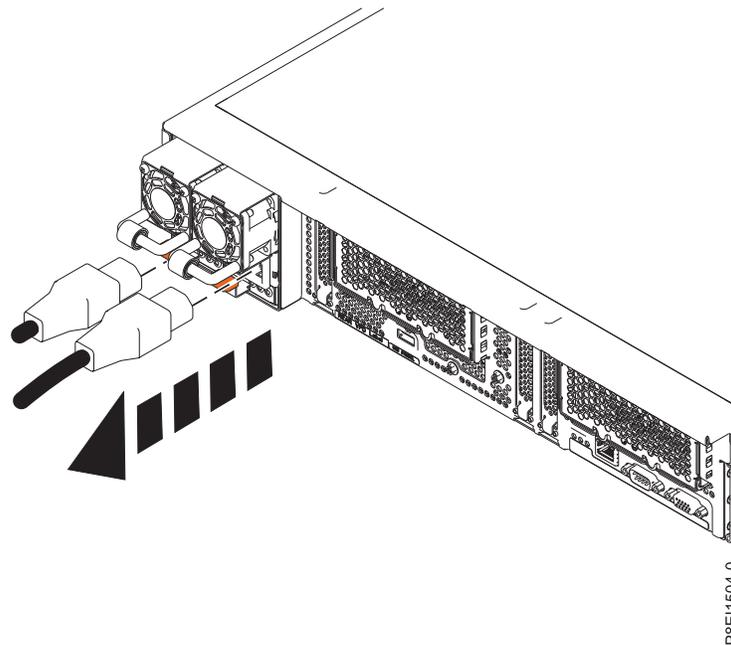

図 51. 電源装置からの電源コードの切り離し
- a. 電源コードにラベルを貼ったら、面ファスナーを外して、電源コードを電源装置のハンドルから解放します。57 ページの図 51 を参照してください。